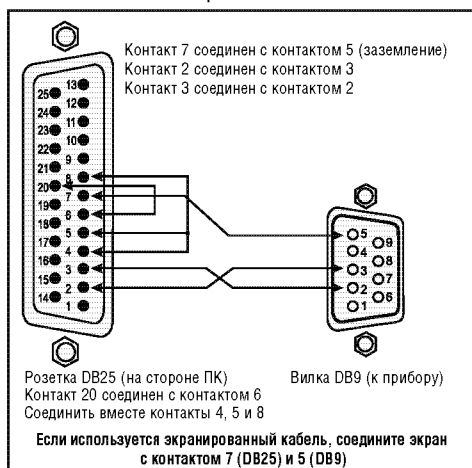

Рис. 13. Подсоединение к ПК (с 25-контактным разъемом) без нуль-модемного адаптера
1. Подсоедините COM-порт DB25 ПК к порту RS-232 DB9 IN устройства **VS-1616A** в соответствии с рис. 13